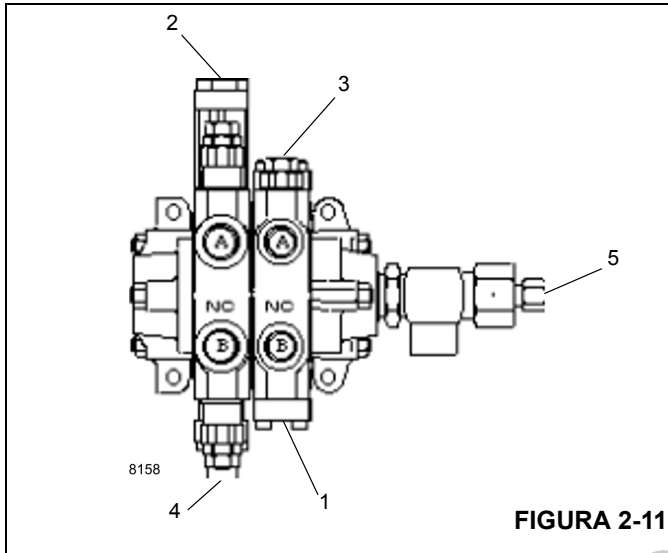

FIGURA 2-11
1. Instale el acoplador de desconexión rápida para diagnóstico con manómetro en la boquilla de la lumbrera de prueba de entrada de la válvula de giro (5, Figura 2-11).
2. Haga funcionar el motor a aceleración máxima y gire el volante de la dirección hacia la izquierda o la derecha hasta que tope y sosténgalo en esa posición. Revise la presión y ajuste la válvula de alivio (3, Figura 2-11) a 172 ±4 bar (2500 ±50 psi).